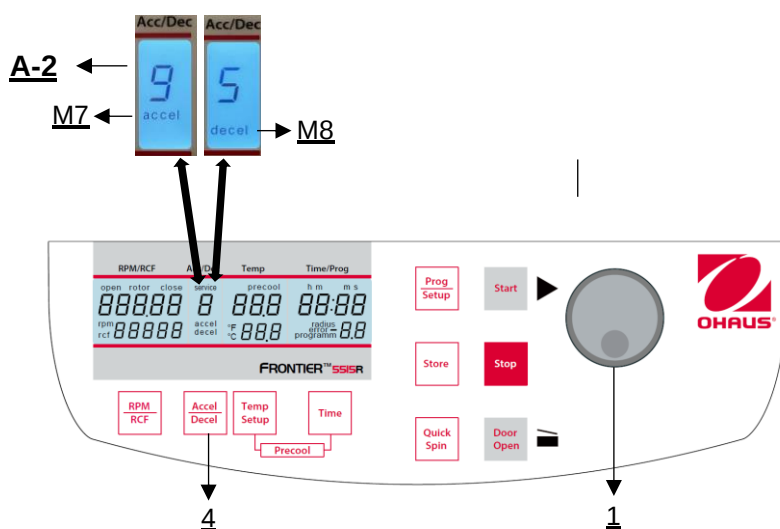

Figura 17
Questa funzione si attiva tramite il tasto **"Accelera/Decelera"** (4) (vedere Figura 17).